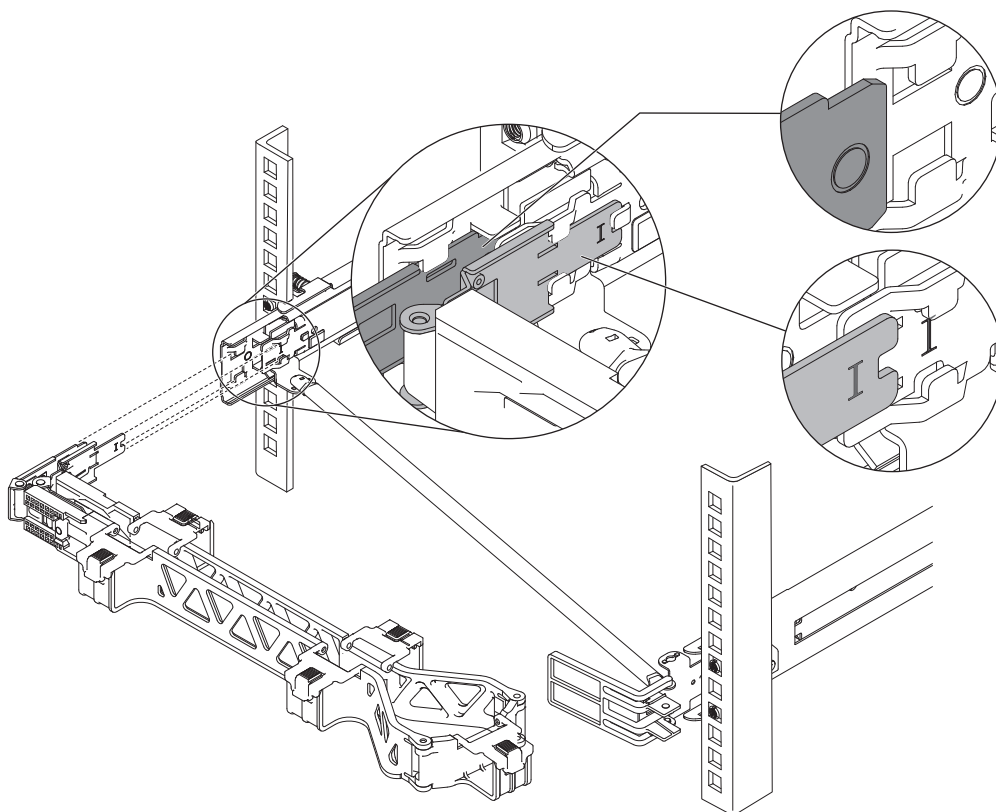

Figura 11. Removendo o suporte de parada do suporte para organização de cabos
6. Remova o suporte de parada do suporte para organização de cabos, conforme mostrado pela Figura 11 na página 20.